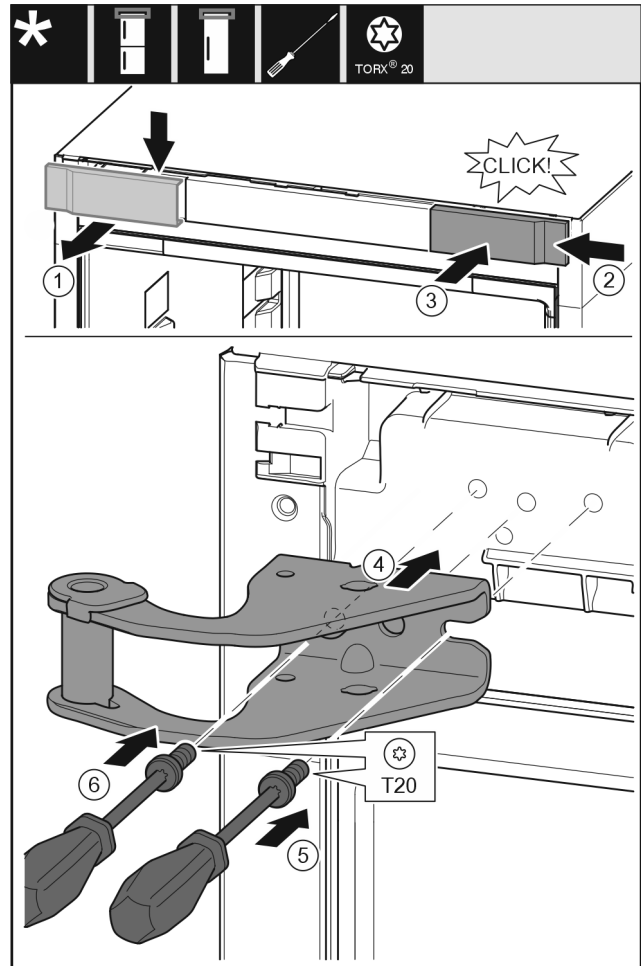

Fig. 14
- ▶ Fjern dekselet Fig. 14 (1) fra toppen og fremover.
- ▶ Snu dekselet Fig. 14 (2) 180° og heng det på den andre siden mot høyre.
- ▶ Smekk dekselet Fig. 14 (3) i lås.
- ▶ Plasser den øvre lagerbukken Fig. 14 (4).
- ▶ Sett inn og trekk til skruen Fig. 14 (5) med en skrutrekker.
- ▶ Sett inn og trekk til skruen Fig. 14 (6) med en skrutrekker.